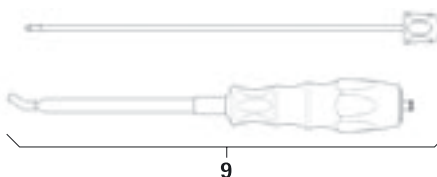

Fig. 4
- Desmontar el instrumento de inserción de varilla 9, ver Fig. 4: desenroscar la parte interior.